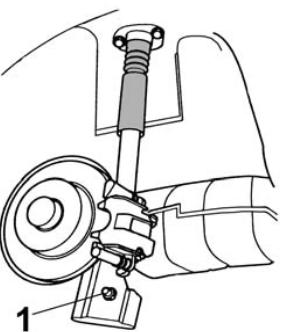

Fig. 6
- **Fig. 6** Untere Befestigungsschraube (1) ausschrauben.
- **Fig. 6** Unscrew lower fastening screw (1).
- **Fig. 6** Dévisser les vis de fixation inférieures (1).
- **Fig. 6** Desatornillar el tornillo de sujeción inferior (1).